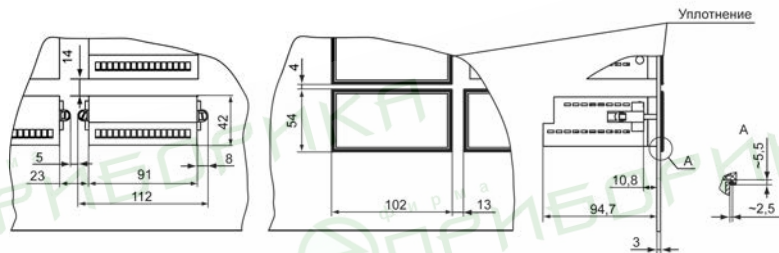

Рисунок 4.8 – Прибор в корпусе Щ2, установленный в щит толщиной 3 мм
1. Подготовить на щите управления место для установки прибора (см. рисунок 4.8).